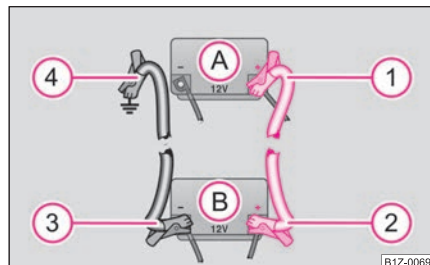

Abb. 199 Starthilfe mit der Batterie eines anderen Fahrzeugs: A – entladene Fahrzeugbatterie, B – stromgebende Batterie
- Befestigen Sie ein Ende ① am Pluspol ⇒ Abb. 199 der entladenen Batterie (A).
- Befestigen Sie das andere Ende ② am Pluspol der stromgebenden Batterie (B).